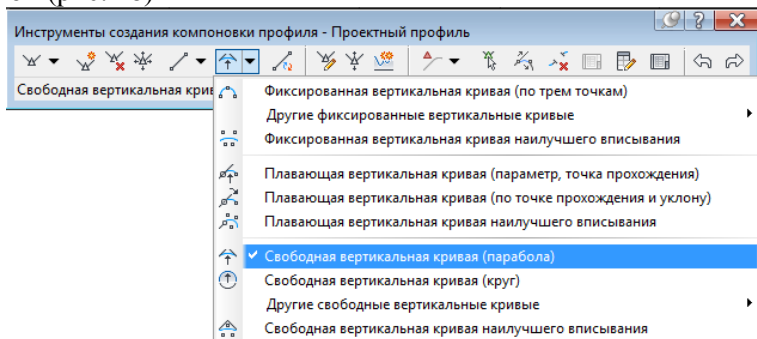

Рис. 48. Выбор команды для создания кривой между двумя прямыми участками
8. В разделе «Кривые» на панели «Инструменты создания компоновки профиля» выбрать способ формирования вертикальной кривой (рис. 48)